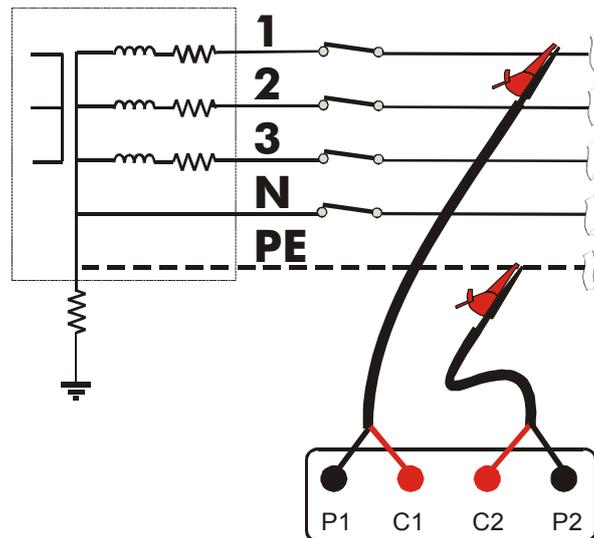

Fig. 5: Collegamento strumento per Misura dell'impedenza Fase-PE
2. Collegare i coccodrilli alla rete elettrica in esame (vedere Fig. 5).
3. Inserire le coppie di cavi nero-rosso dei cavi C7000 nei rispettivi terminali di ingresso dello strumento **seguendo la sequenza di inserimento P1, P2, C2, C1** (vedere connessione in Fig. 5).